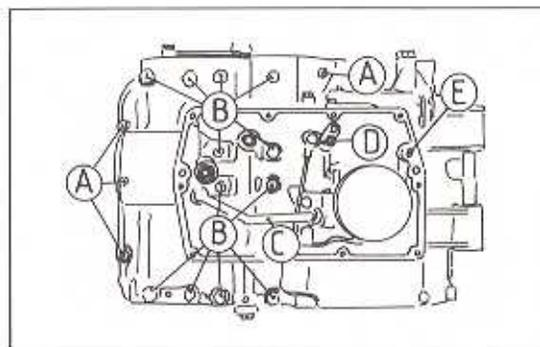

Bild 163
- Das Verbindungsrohr zur Hauptölleitung abschrauben (Bild 163).